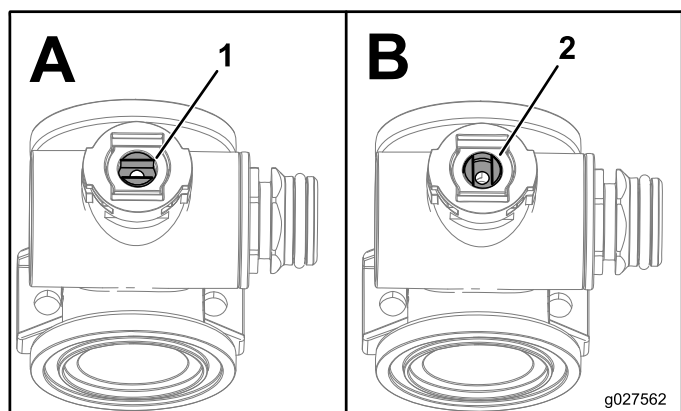

Рисунок 76
1. Расположите шток клапана таким образом, чтобы он был в закрытом положении (Рисунок 76 В).
3. Поверните шток клапана таким образом, чтобы шарик был в открытом положении (Рисунок 76А).
7. Поверните шток клапана в сборе таким образом, чтобы клапан был закрыт (Рисунок 76В).